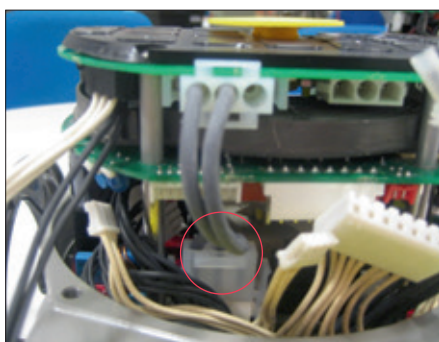

Figura 9
- Collegare il connettore dell'alimentazione a 2 fili della scheda OM13 alla scheda di alimentazione (Figura 9).